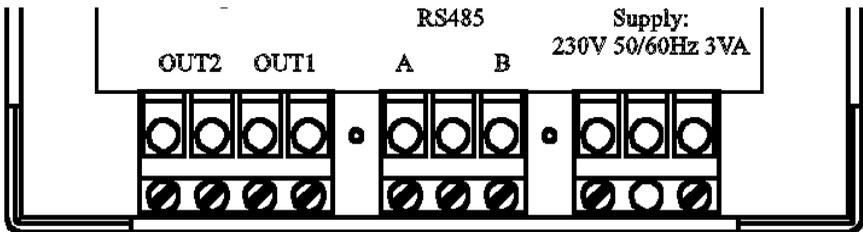

Abbildung 16.5
4. Die Verbindung für die externe Versorgung herstellen (bitte Abbildung 16.5 Seite 34 sehen).
5. Die Verbindung für die Kommunikation RS 485 herstellen, wie in der untenstehenden Abbildung 16.4 angezeigt (bitte auch Abbildung 16.5 Seite 34 sehen).